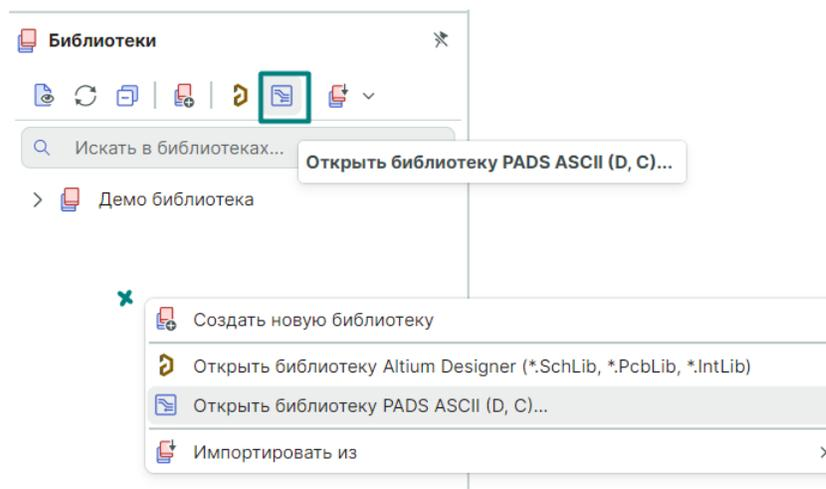

Рис. 2 Открытие библиотеки из панели "Библиотеки"
1. Во встроенном меню функциональной панели «Библиотеки» выберите  или вызовите контекстное меню с любого пустого места панели «Библиотеки» и выберите «Открыть библиотеку PADS ASCII (D, C)...», см. Рис. 2.